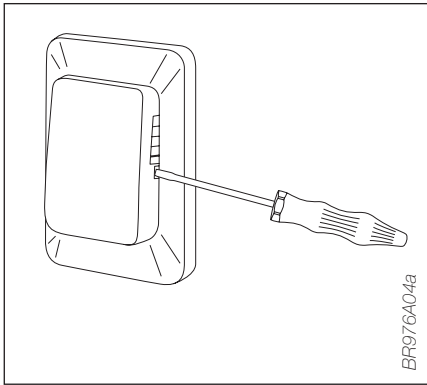

Fig. 1 - Disassemble temperature sensor
- Abb. 1: Öffnen des Temperaturlüfters
- Fig. 1 : Ouverture de la sonde de température